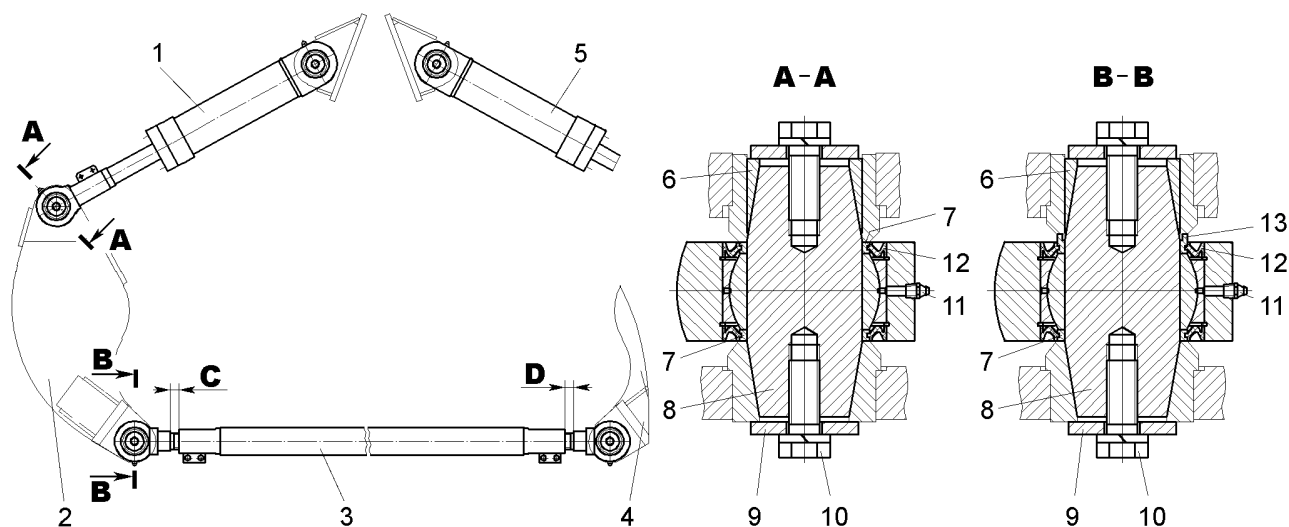

Figure 9.2 - Installation des vérins tournants et de la timonerie de direction:
- dévisser les boulons 10 (figure 9.2), retirer les plaques de serrage 9 et les douilles d'écartement 6;